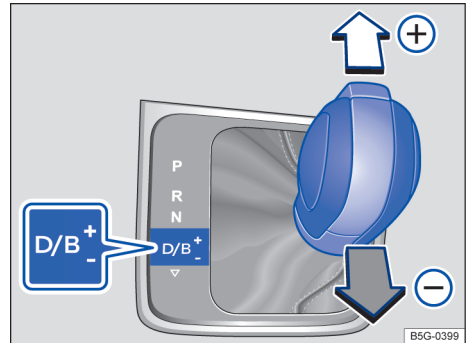

Fig. 109 Alavanca seletora na posição Tiptronic (veículos com direção à esquerda). Veículos com direção à direita são espelhados.
- Mover a alavanca seletora para frente (+) ou para trás (-) para aumentar ou diminuir a marcha → **Fig. 109**.